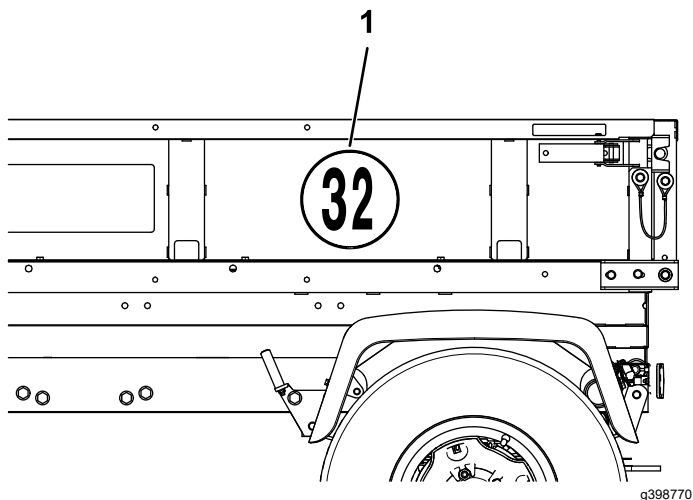

图 19
1. 如 图 19 所示在货斗左侧将速度标贴连接到第 2 和第 3 槽之间的区域。